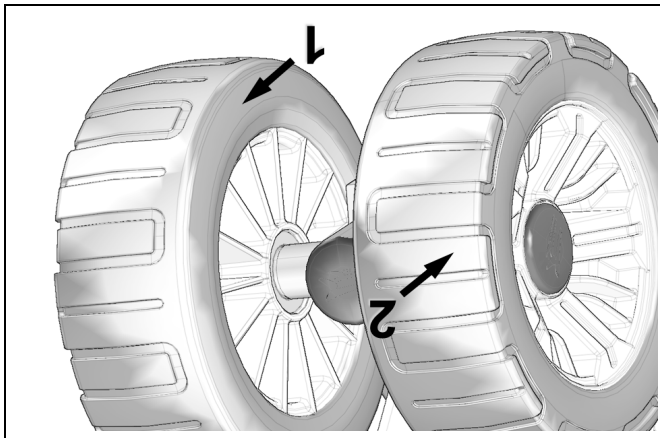

Figure 31
Vérifier l'usure des roues d'uréthane sur la bande de contact intérieure (1) et entre les profils des crampons (2). Si la bande est usée ou perforée ou le pneu est craquelé entre les profils, remplacer la roue. Elle n'offre plus un support adéquat à la chenille et les guides peuvent s'user prématurément. Référez-vous à la Figure 31.